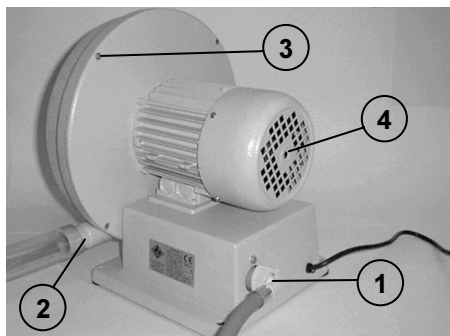
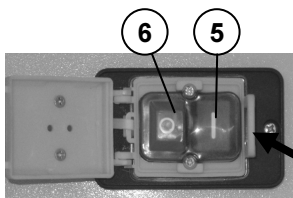
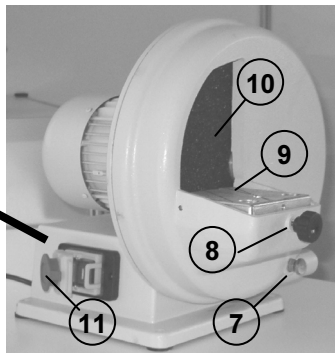

Fig. 1
Fig. 2a
Fig. 2b
- a) il tubo di alimentazione dell'acqua sull'apposito bocchettone filettato (1 di Fig. 1) posto sul retro dell'apparecchiatura - solo modello TRIM-1;
- b) il tubo di scarico dell'acqua residua sull'apposito imbocco (2 di fig. 1) - solo modello TRIM-1, deponendo l'altro lato all'ingresso di una vasca di decantazione; oppure,
- c) il sistema di aspirazione previsto (si consiglia l'uso dell'aspiratore AIR-BOX DE GIORGI) sull'apposito imbocco (2 di fig. 1) - solo modello TRIM ECO DISK;
Il funzionamento dell'apparecchio avviene premendo il pulsante "I" di cui è dotato (5 di Fig. 2a).
Si ricorda che, dopo ogni utilizzo, l'apparecchio va posto in stato OFF, premendo il pulsante "O" (6 di Fig. 2a) tramite il pulsante a fungo (11 di Fig. 2b). Bloccare il pulsante a fungo nella posizione di chiusura (Fig. 3a)
L'apparecchio è destinato all'utilizzo in laboratori odontotecnici. Il piattello (9 di Fig. 2b) serve come appoggio per il pezzo da lavorare, è inclinabile in tre posizioni ($90^\circ \pm 10^\circ$) grazie alla presenza di tre fori su cui stringere l'apposita manopola (8 di Fig. 2b).
- durante l'uso dell'apparecchio TRIM ECO DISK è obbligatorio disporre di dispositivi di aspirazione dei residui polverosi, collegandolo al bocchettone di scarico (2 di Fig. 1). Si consiglia l'uso dell'aspiratore AIR-BOX DE GIORGI.
- a) Pulsante verde di avviamento (5 di Fig. 2a)
- b) Pulsante rosso di arresto (6 di Fig. 2a)
- c) Pulsante a fungo rosso di arresto (11 di Fig. 2b)
Per poter avviare la macchina, mediante il pulsante di avviamento (5 di Fig. 2a), occorre aprire il pulsante a fungo di arresto (11 di Fig. 2b), sbloccandolo dalla posizione di chiusura (Fig. 3a), spingendolo nella direzione indicata dalla freccia presente sul fungo stesso.
All'avviamento viene attivato il flusso d'acqua, proveniente dal bocchettone di ingresso (1 di Fig. 1), che può essere regolato tramite il rubinetto frontale (7 di Fig. 2b) (Solo modello TRIM-1).
- agendo sul pulsante a fungo di arresto (11 di Fig. 2b), togliendo completamente alimentazione all'apparecchio;